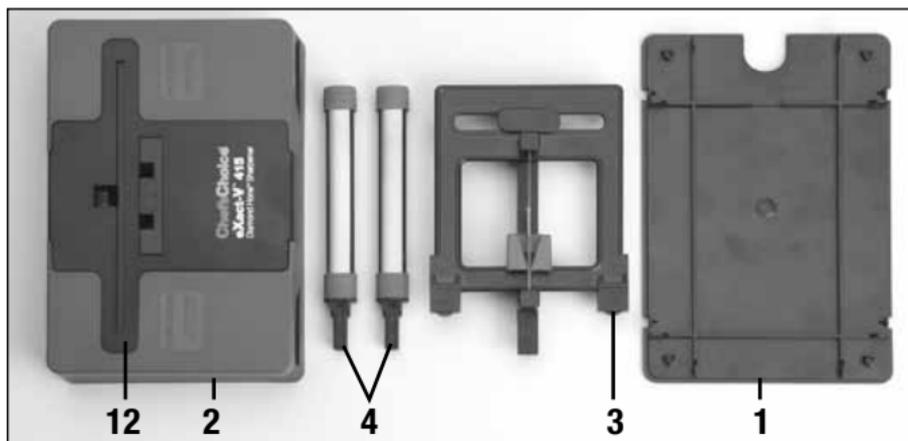

Рисунок 3.
подойдет по размеру к отверстию, только если направляющая рамка ножа (3) находится на фронтальной части ножки. В этом случае, пружина будет с той же стороны, где находятся два абразивных бруска. Когда ножки вставлены в отверстия, колесики внизу скользящей рамки (3) должны быть совмещены и вставлены в канавку (12), которая проходит по верхней части основания точилки (Рис.3). Проверьте, что после